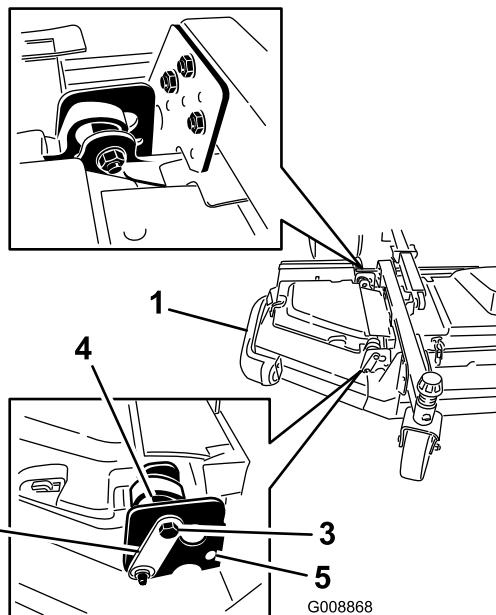

Рисунок 7
- Ослабьте затяжку болтов и гаек, с помощью которых две втулки эксцентриков крепятся к винглетам (Рисунок 7).
- Поворачивайте задний (ближайший к тяговому блоку) эксцентрик до тех пор, пока наружная кромка ножа не окажется примерно на 3 мм выше требуемой высоты скашивания (Рисунок 7).